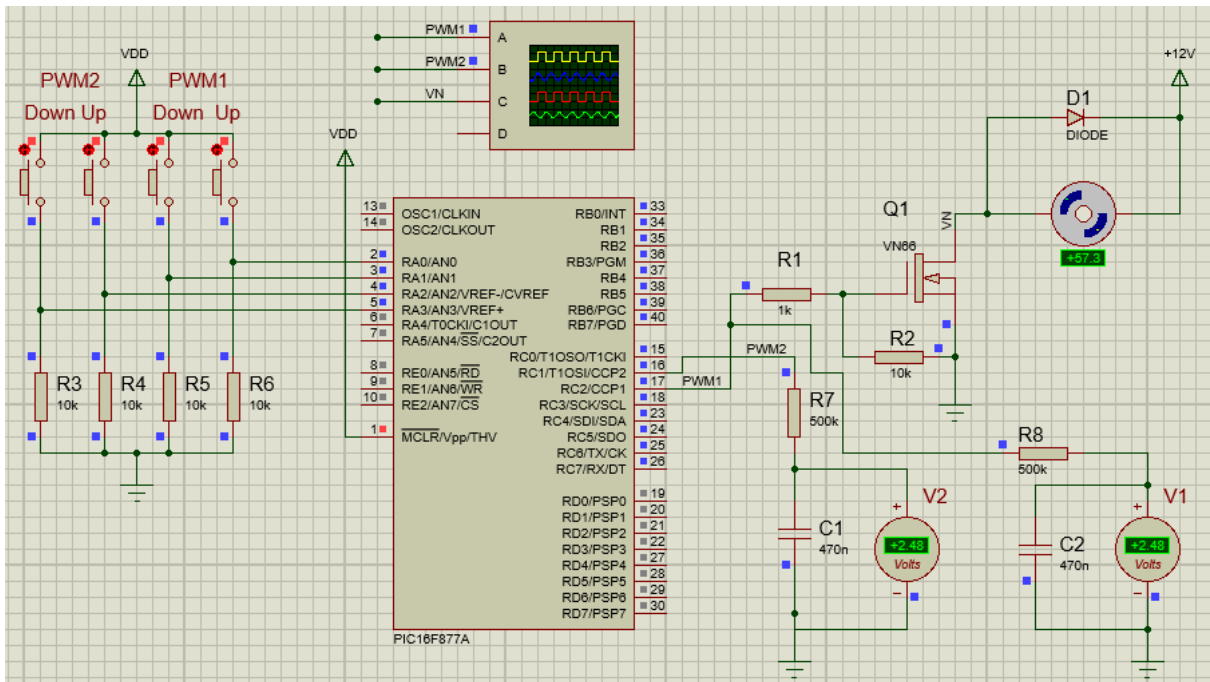

Рис.9.6. Модель управления двигателем с использованием ШИМ
1. Создать в программе Proteus проект LAB14. Разместить проект в папке PRO-LAB14. Собрать схему модели управления двигателем с использованием ШИМ (рис.9.6). В микроконтроллере PIC16F877A работают два модуля ШИМ. Коэффициент заполнения PWM1 увеличивается при нажатии кнопки Up, подающий высокий уровень на вход RA0/AN0, и уменьшается при нажатии кнопки Down, соединенной с RA1/AN1. Коэффициент заполнения PWM2 увеличивается при нажатии кнопки Up, подающей высокий уровень на вход RA2/AN2, и уменьшается при нажатии кнопки Down, соединенной с RA3/AN3.